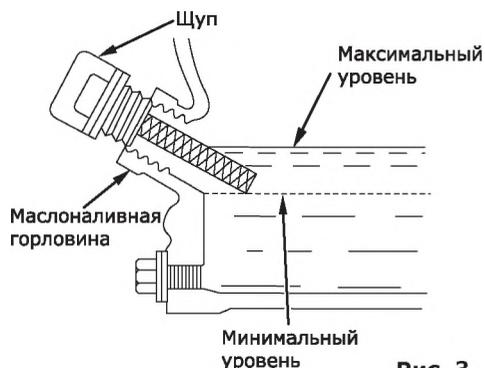

Рис. 3
- Каждый раз перед запуском двигателя и через каждые пять часов работы двигателя проверяйте уровень масла. Поддерживайте уровень масла между отметками Min и Max на масляном щупе или по краю масляной горловины (рис. 3).